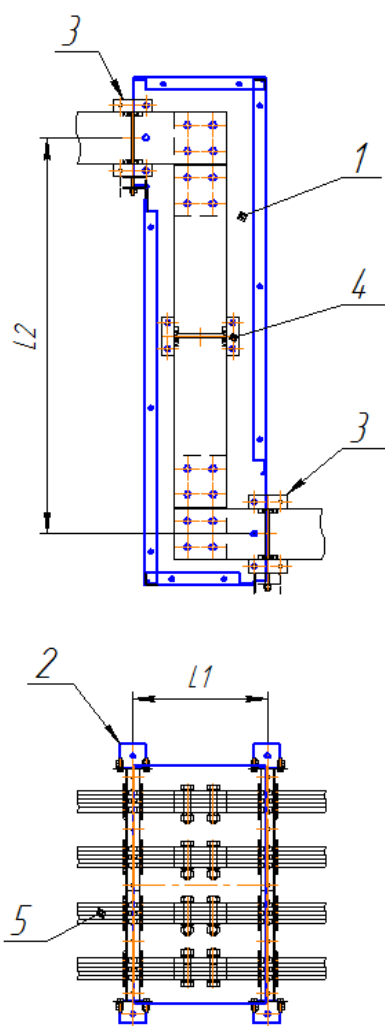

Рисунок 5. Секция смещения уровня ШВ2-СУ1-310х920
**ШВ2-СУ1-310x920** – секция смещения уровня, размер в осевом направлении шинпровода 310, смещение уровня 920 (Рис. 5);